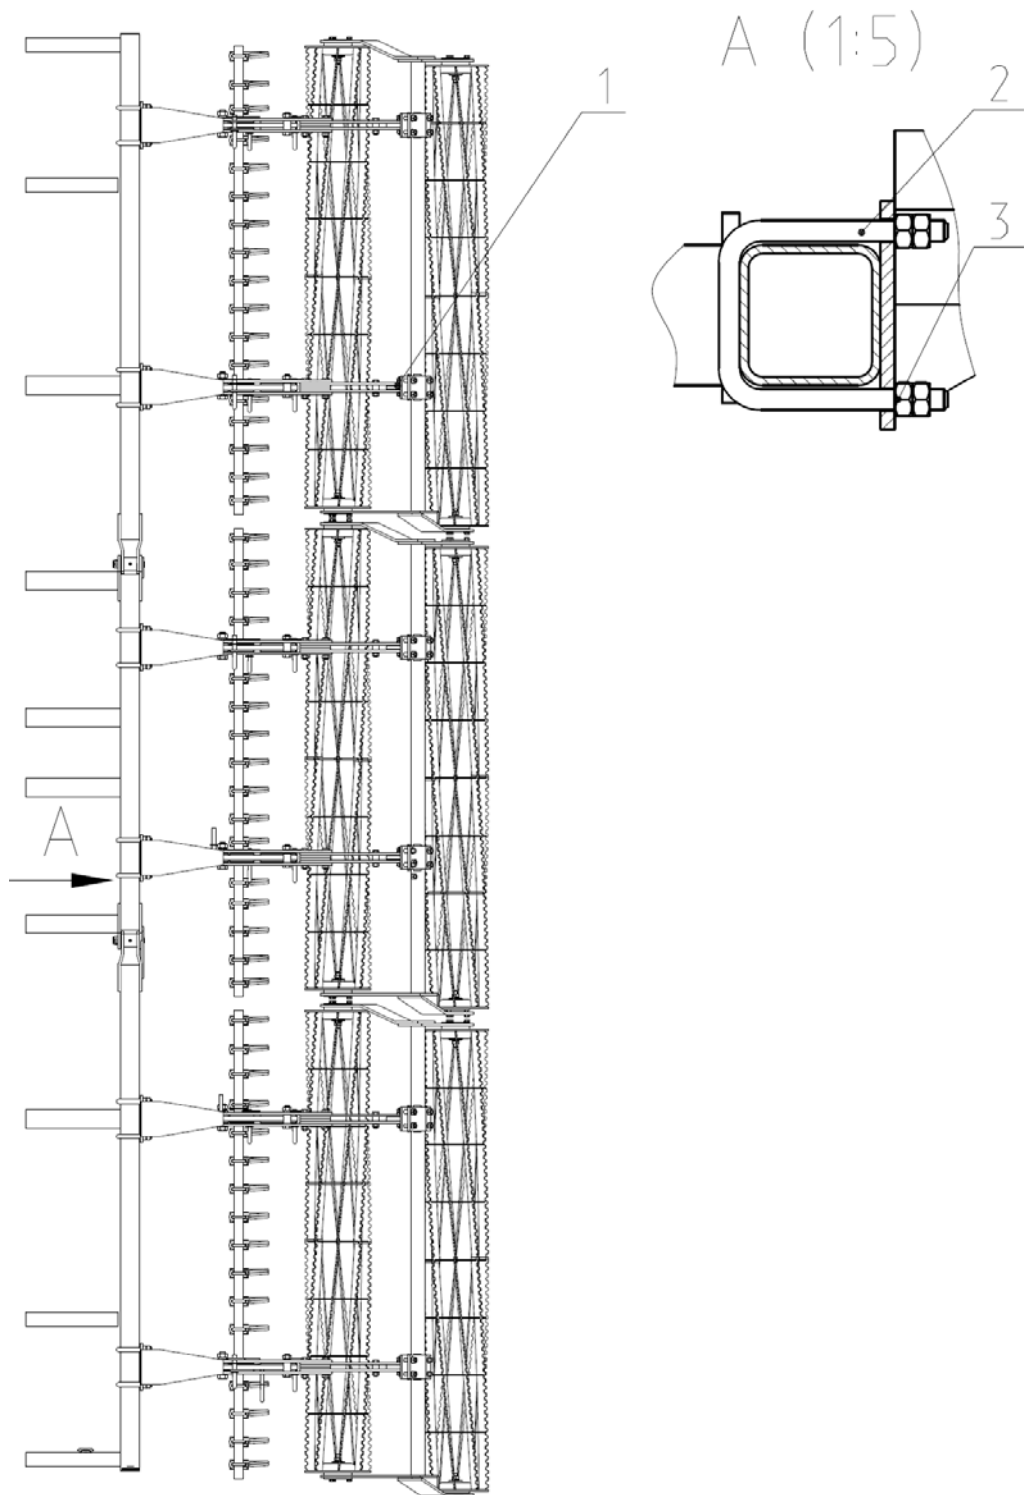

Рис.25 КСП 04.000А Комплект катков прикатывающих.
2.28. Комплект катков 2-х рядных КСП 04.000А (Рис.25). Комплект крепится к центральной секции КСП 01.000 и крыло КСП 01.090Б закрепленный скобами 2 и гайкой 3.